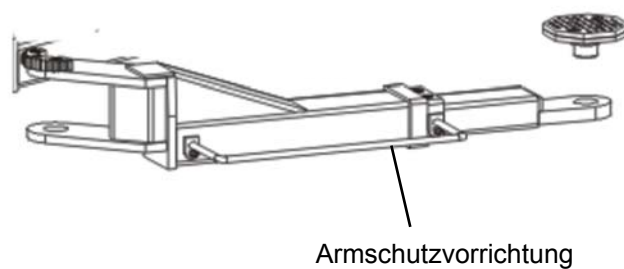

Fig. 17
- Die speziellen Schutzvorrichtungen auf den Armen (Abb.17)
- An den Armen angebrachte Fußschutzvorrichtungen. (Abb.17)